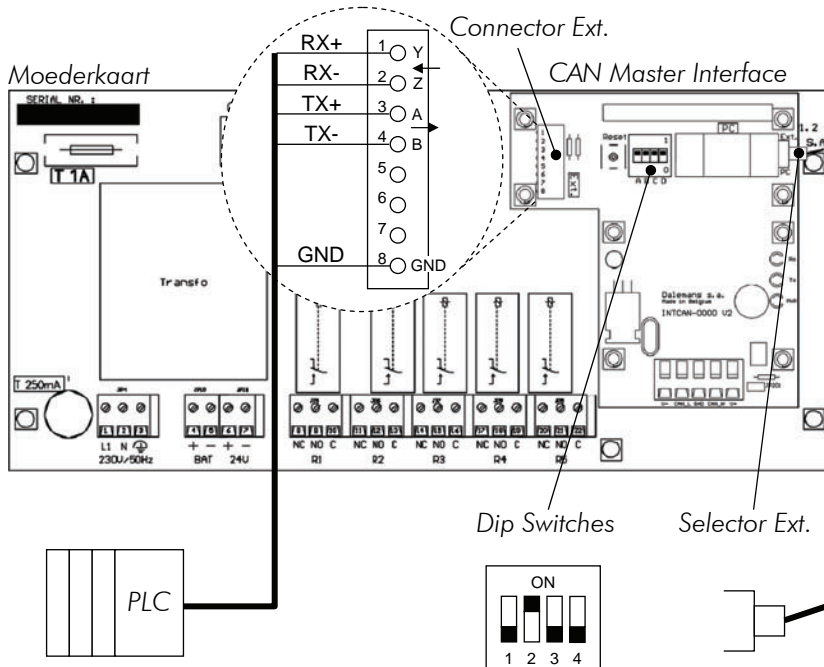

Fig. 54
• Sluit de klemmen 1, 2, 3, 4 en 8 van de *Ext* connector van de *CAN Master Interface* kaart aan op het andere kabeleinde (Fig. 54).